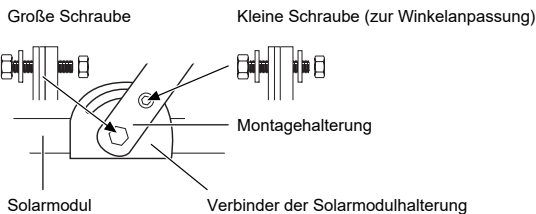

Abb. B2: Montage der Solarmodulhalterung (Nr.: 3156507)
3. Nr.: 3156507: Installieren Sie die Solarmodul-Montagehalterung mit den mitgelieferten Schrauben, Verbindern, Unterlegscheiben und Muttern am Solarmodul. Beachten Sie Abb. B2 für Einzelheiten.